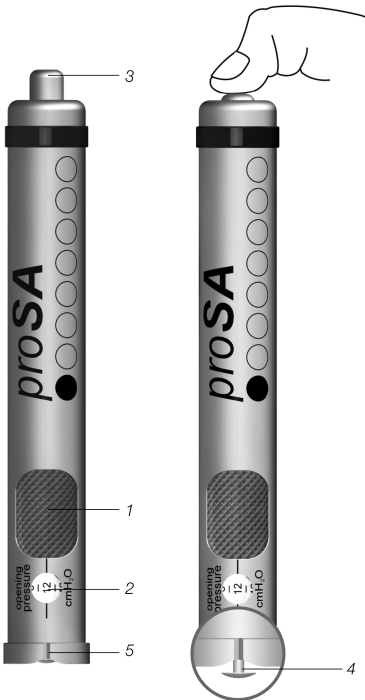

Abb. 4: *proSA Verstellinstrument*
Das *proSA Verstellinstrument* (Abb. 4) dient der Einstellung des Ventilöffnungsdruckes. Die gewünschte Druckstufe wird durch Verdrehen des Verstellrades (1) gewählt; die Druckstufe erscheint im Anzeigefenster (2). Das *Verstellinstrument* wird zentral auf das Ventil aufgesetzt. Durch Betätigen des Druckknopfes (3) wird die Verstellspitze (4) aus dem Boden gedrückt, der Rotor im Ventil entriegelt und der Ventilöffnungsdruck eingestellt. Die Markierung (5) des *Verstellinstruments* muss beim Aufsetzen auf das Ventil in Richtung des proximalen (zum Ventil führenden) Katheters zeigen. Der Pfeil auf der Unterseite der Kappe zeigt die Flussrichtung an.